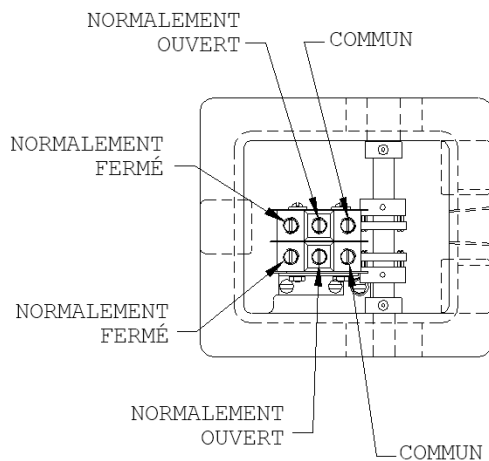

Figure 3 : Identification des bornes (SPDT)
1. Une came (ou deux cames sur l'unité à deux micro-contacts) sur l'arbre actionne le micro-contact. Le desserrage de la ou des cames et des bagues de blocage de l'arbre permet de déplacer l'arbre latéralement dans la pièce coulée. Les bagues de blocage de l'arbre doit être placé à l'intérieur contre les douilles et le long des cames, bien serrées en place. Le capteur à palette et le contrepois peuvent être placés en différentes positions sur l'arbre et doivent être bien serrés sur l'arbre. Utilisez la clé hexagonale de 3/32 po. fournie avec la commande. Voir les figures 3 et 5.